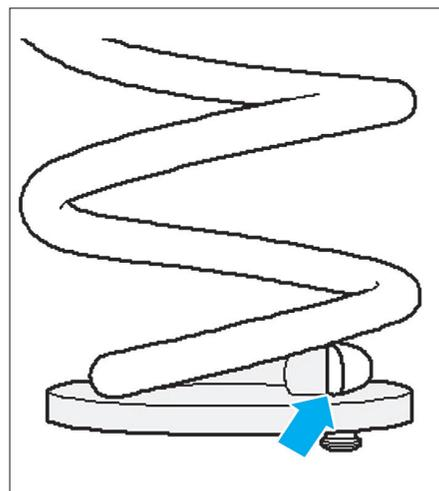

Fig. 21
- Positionner la coupelle inférieure sous le ressort, en butée contre l'extrémité de sa spire inférieure (Fig.21).